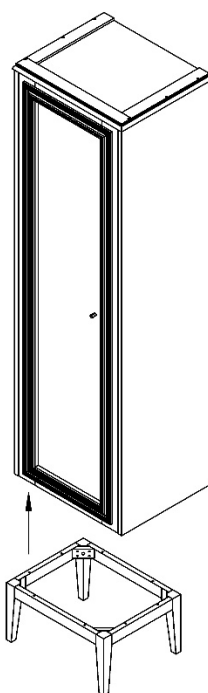

Рис.2 - Прикручивание
2. Прикрутите шурупами-саморезами основание к витрине (рис. 2), соблюдая отступы согласно (рис. 3).